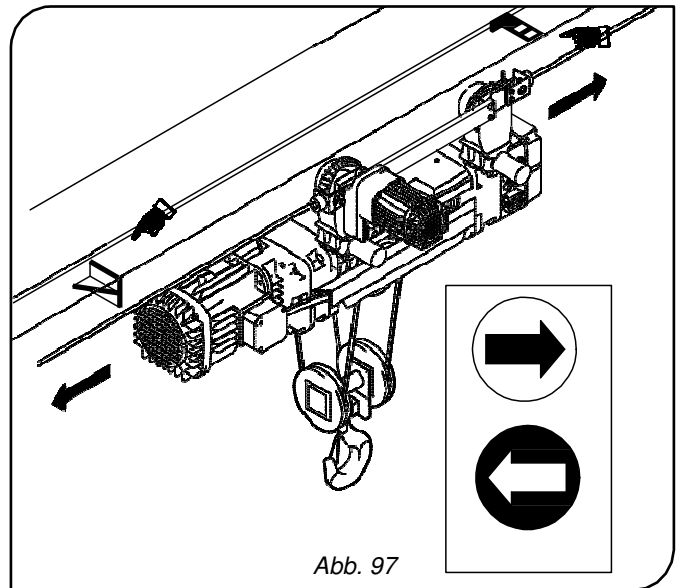

Abb. 97
- Zur Prüfung der Endschalter bringen Sie die Katze mithilfe der Druckknöpfe „Rechts/Links“ ans äußerste Ende ihres Fahrwegs auf dem Träger. Führen Sie diesen Test mehrmals durch, die Katze muss in der voreingestellten Position halten. Stellen Sie sicher, dass ein angemessener „Überlauf“ garantiert ist, bevor die Katze die mechanischen Anschläge an den Trägerenden erreicht und vermeiden Sie die Kollision des E-Zugs mit festmontierten Strukturen (Abb. 97).